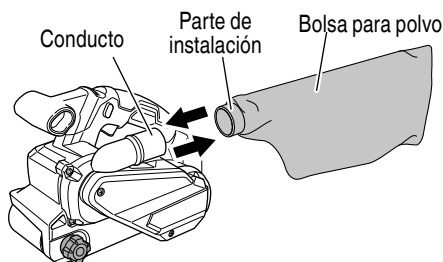

Fig. 10
5. Acoplamiento y extracción de la bolsa colectora de polvo (Fig. 10)